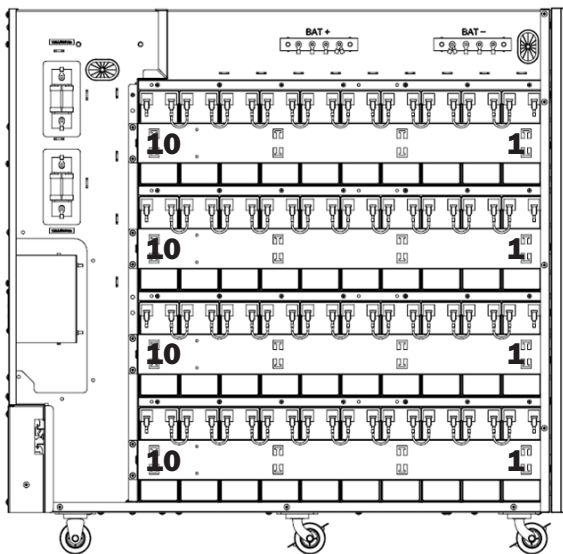

Figure 5-14A : Le côté gauche de l'armoire est le côté positif des ensembles de batteries.
17. Utiliser 36 câbles de raccordement/court-circuit de batteries pour connecter les bornes des batteries adjacentes au côté positif de l'armoire de batteries (Figure 5-14A).